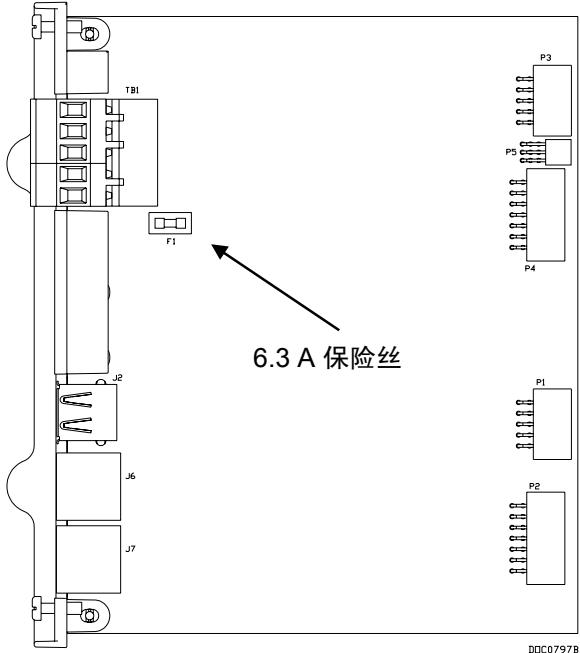

图 12. CPU 6.3 A 保险丝
如果服务器不工作且 POWER – LED 不亮但您又确信已通电时, 可能需要更换 CPU 模块上的 6.3 A 保险丝 (请参阅图 12)。
7. 检查保险丝 (请参阅图 12) 并在必要时用 MSB 6.3A SB (Slo-Blo) 保险丝更换。